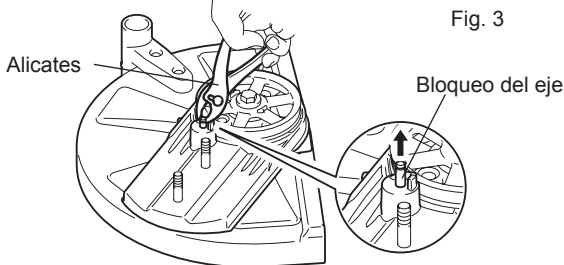

Fig. 4
- (5) Gire el brazo hasta que entre en contacto con la empuñadura y gire el eje de bloqueo hasta la posición original a mano. (Fig. 4) Reposicione la empuñadura. (Fig. 5)